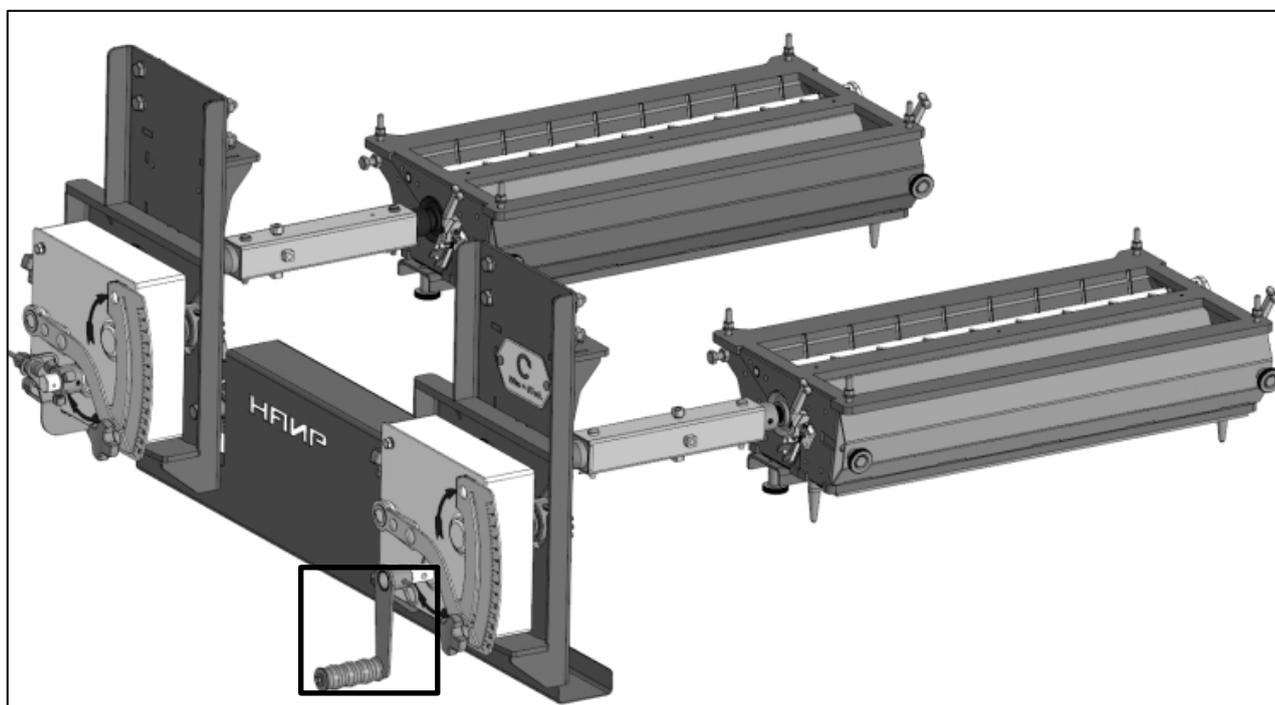

Рисунок 15 – Дозирующая система бункера с вариаторами «SELECT GEARBOX»
Установка нормы высева производится с помощью вариаторов, рис. 15.
Имитация хода 50 м – 67 оборотов ручки вариатора, рис. 15.
– Приступая к севу посевного материала другого вида, а также при изменении плотности сева, необходимо выполнить пробный проход порядка 150-200 метров, остановить агрегат и поднять высевующие секции не выключая турбину. Провернуть ручку привода кинематики на 3-4 оборота (рисунок 15), проконтролировав проходимость посевного материала на каждом сошнике.